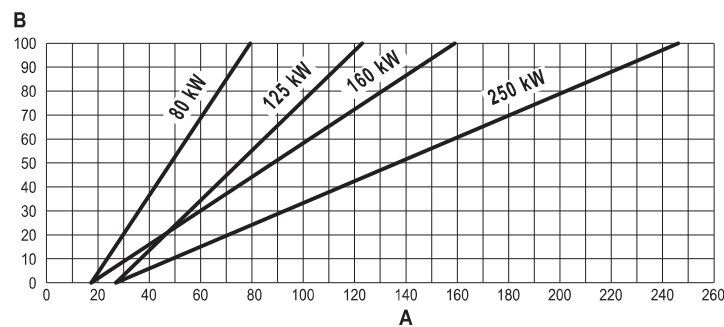

рис. 60
- Нажмите на кнопки **отопительной системы** (поз. 3 и 4 - рис. 1) для увеличения или уменьшения мощности (минимальная мощность = 00 - максимальная мощность = 100). См. диаграмму “Регулировка теплового расхода” (рис. 60).